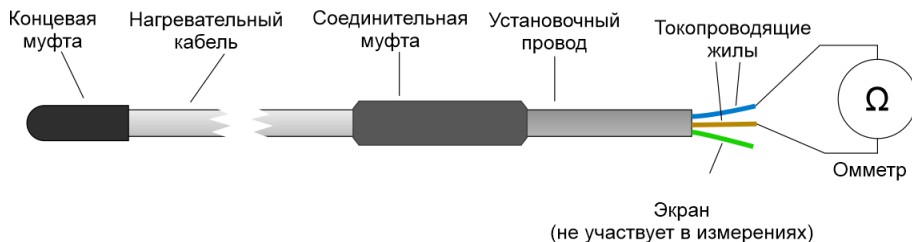
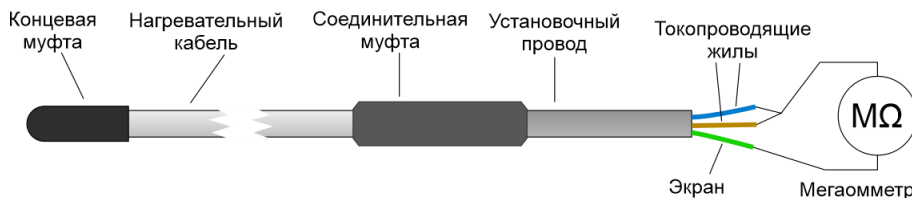

Рисунок 2. Измерение сопротивления токопроводящей жилы нагревательной секции
Рисунок 3. Измерение сопротивления изоляции нагревательной секции
10. До и после монтажа нагревательной секции, а если секция используется для укладки в бетонную стяжку, то также и после заливки бетонной стяжки, необходимо проверить сопротивление нагревательной жилы (рис. 2) и изоляции (рис. 3). Оно должно соответствовать указанному в п. 3. Полученные результаты занести в Протокол измерения сопротивлений – Приложение 1 к настоящему Руководству по Эксплуатации.
Обратите внимание, что при измерении сопротивления токопроводящих жил омметром провод экрана в измерениях не участвует, а щупы омметра нужно подключать к токопроводящим жилам нагревательной секции (см. рис. 2). А при измерении сопротивления изоляции мегаомметром надо соединить между собой токопроводящие жилы и соединить их с одним из щупов мегаомметра, а третий провод экрана секции соединить со вторым щупом мегаомметра в соответствии с рисунком 3.